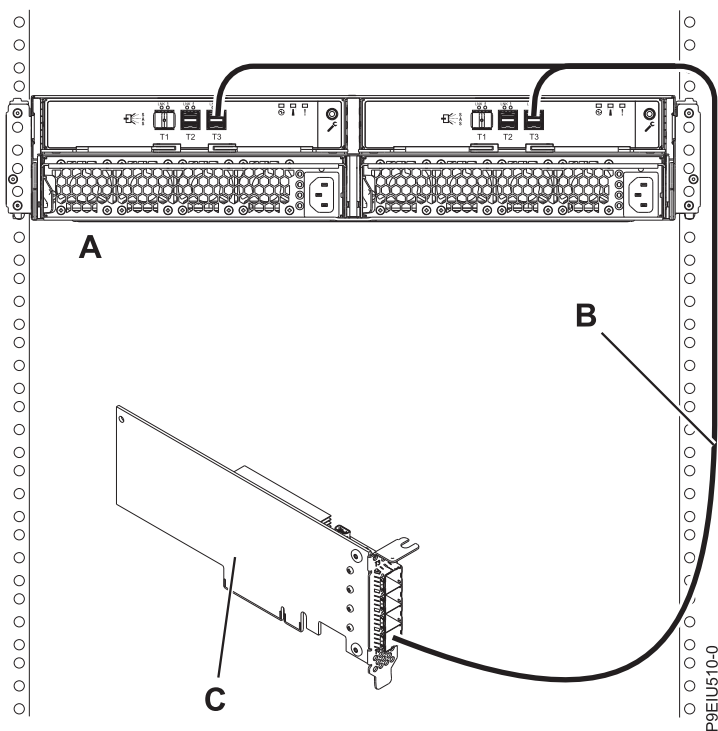

Figure 13. Connexion de mode 1 d'une armoire de stockage ESLL ou ESLS avec un câble YO12 à un adaptateur SAS FC EJ0J ou FC EJ0M unique
13. Effectuez une connexion de mode 1 d'un boîtier **(A)** via un câble YO12 **(B)** à un unique adaptateur SAS FC EJ0J ou FC EJ0M **(C)**, comme illustré dans la figure 13, à la page 15, puis passez à la section «Connexion des câbles et des cordons d'alimentation et installation des capots», à la page 22.